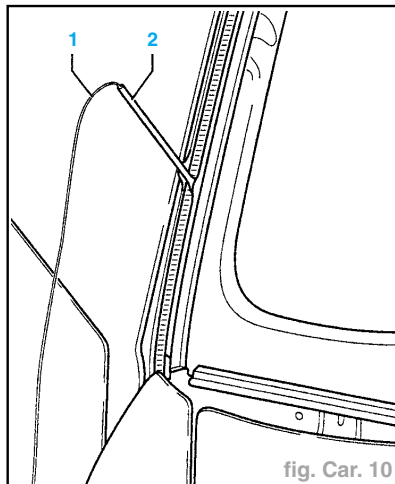

fig. Car. 10
- Mettre en place le fil tranchant (1) dans le flasque de glace à l'aide du petit tube (2) (on peut également utiliser le fil métallique tranchant) (fig. Car. 10).